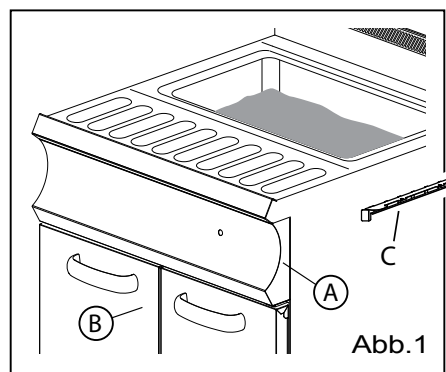

Abb.1
1. Bauen Sie die Blende und die Drehknöpfe ab (Abb. 1/A) Öffnen Sie die Tür(en) des Geräts (Abb. 1/B)
- Den Kugelsitz und die Kugel entfernen (Abb. 1/C)